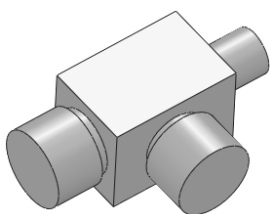
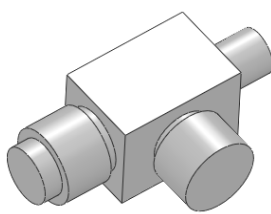

图 7-56 创建球头螺柱基体
图 7-57 创建球头基体
(5) 新建草图。选择退刀槽圆柱的端面, 单击“草图”工具栏中的 (草图绘制) 按钮, 在其上新建一张草图。
(6) 绘制圆。单击“草图”工具栏中的 (圆) 按钮, 或选择菜单栏中的“工具”→“草图绘制实体”→“圆”命令, 以坐标原点为圆心绘制一个圆。
(7) 标注圆的尺寸。单击“尺寸/几何关系”工具栏中的 (智能尺寸) 按钮, 或选择菜单栏中的“工具”→“标注尺寸”→“智能尺寸”命令, 标注圆的直径尺寸为 20 mm。
(8) 创建球头螺柱基体。单击“特征”工具栏中的 (拉伸凸台/基体) 按钮, 或选择菜单栏中的“插入”→“凸台/基体”→“拉伸”命令, 在弹出的“凸台-拉伸”属性管理器中设置拉伸终止条件为“给定深度”, 在 (深度) 文本框中输入“12.5”, 其他选项保持系统默认设置, 单击 (确定) 按钮, 生成球头螺柱基体, 如图 7-56 所示。
(9) 新建草图。选择球头螺柱基体的外侧面, 单击“草图”工具栏中的 (草图绘制) 按钮, 在其上新建一张草图。
(10) 绘制圆。单击“草图”工具栏中的 (圆) 按钮, 或选择菜单栏中的“工具”→“草图绘制实体”→“圆”命令, 以坐标原点为圆心绘制一个圆。
(11) 标注圆的尺寸。单击“尺寸/几何关系”工具栏中的 (智能尺寸) 按钮, 或选择菜单栏中的“工具”→“标注尺寸”→“智能尺寸”命令, 标注圆的直径尺寸为 15 mm。
(12) 创建球头基体。单击“特征”工具栏中的 (拉伸凸台/基体) 按钮, 或选择菜单栏中的“插入”→“凸台/基体”→“拉伸”命令, 在弹出的“凸台-拉伸”属性管理器中设置拉伸终止条件为“给定深度”, 在 (深度) 文本框中输入“5”, 其他选项保持系统默认设置, 单击 (确定) 按钮, 生成的球头基体如图 7-57 所示。